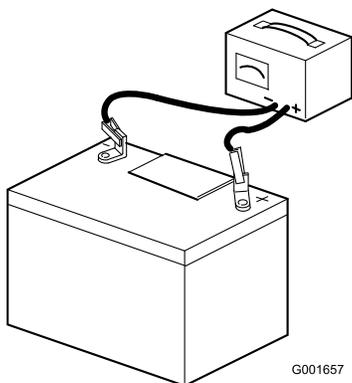

Bild 6
7. Schließen Sie ein 3- bis 4-A-Ladegerät an die Batteriepole an (Bild 6). Laden Sie die Batterie bei einer Rate von 3 bis 4 ampere vier bis acht Stunden lang auf.